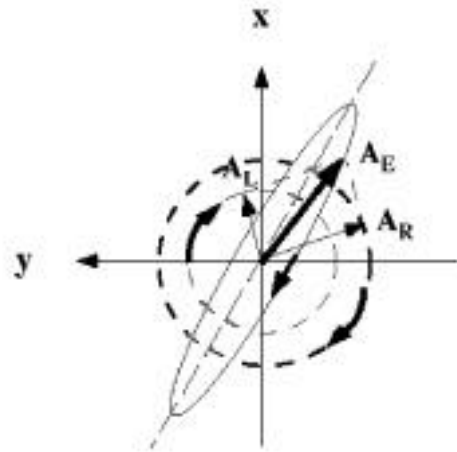

図 1. 円二色性による楕円偏光の生成
平面偏光は左巻きおよび右巻きの円偏光からなっており、この両成分が媒体を通過する速度が等しければ旋光度は測定されない。しかし、左と右円偏光に対するある波長での媒体の屈折率が異なれば、両成分は異なった速度で媒体を通過する。したがって、左および右の円偏光が媒体を通過して再び一緒になった時には、位相に「ずれ」を生じることになり、透過光の偏光面は回転させられたことになる。さらに、左右の円偏光が異なった割合で媒体に吸収されると、透過光は図1のように楕円偏光となる。この不等吸収の現象が円二色性 (CD) と呼ばれる。吸収の度合いの相違と左右円偏光の透過速度とが重なって同時に起こるのが、コットン効果 (cotton effect) である。円二色性は楕円性 によって表される。ただし、 は楕円の短軸と長軸の関係を表したもので、 $\tan \theta = (A_L - A_R) / (A_L + A_R)$ である。一般に、左右円偏光の吸収係数の差は極めて小さく、平面偏光からのずれは小さいので、この効果が問題となるのは、吸収帯の付近においてである。左右円偏光に対する分子吸光係数 (ϵ_R , ϵ_L) と分子楕円率 [θ] とは次の関係がある。